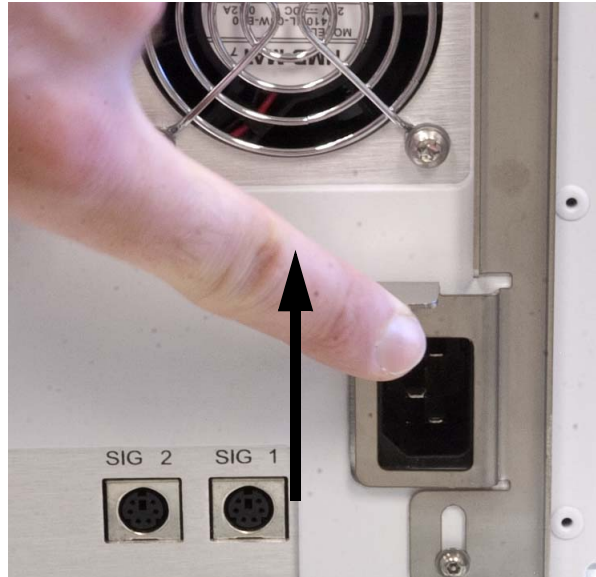

Figure 3 Prise du cordon d'alimentation
- 6 Soulevez le support de sécurité et branchez le cordon d'alimentation au dos du châssis (Figure 3).